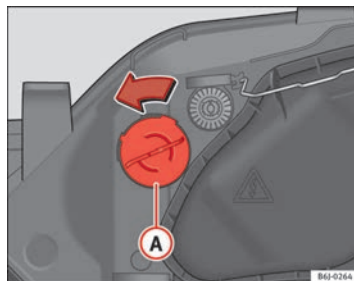

Fig. 157 Luz intermitente
- Gire el portalámparas ⇒ fig. 157 A a la izquierda y tire.